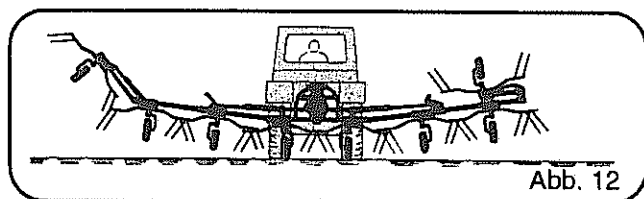

Abb. 12
- Durch Betätigen des Steuergerätes (bei noch gezogener Zugleine) schwenkt die Maschine automatisch in Stellung wie Abb. 12 es zeigt.